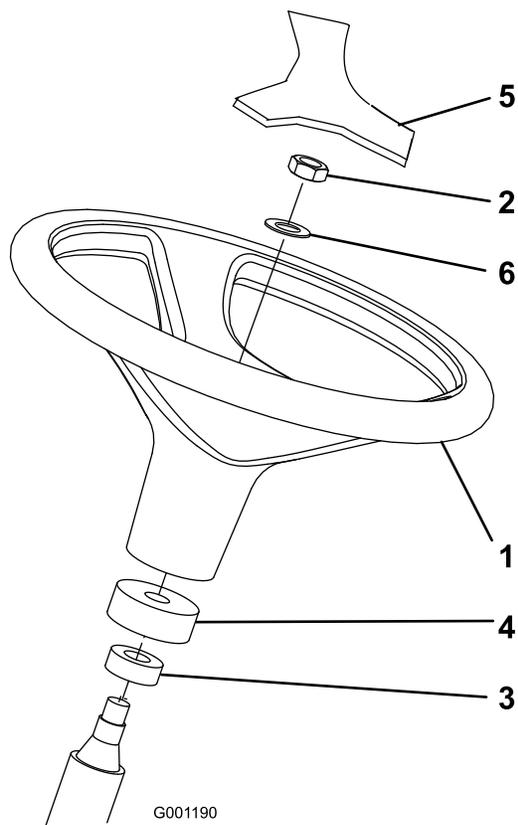

Figura 3
1. Rimuovete il volante dal supporto per il trasporto (Figura 3).
**Nota:** Verificate che il piantone sia provvisto di collare in schiuma sintetica e coperchietto antipolvere (Figura 3).
3. Collocate il volante e rondella sul piantone (Figura 3).
5. Montate il coperchietto sul volante (Figura 3).